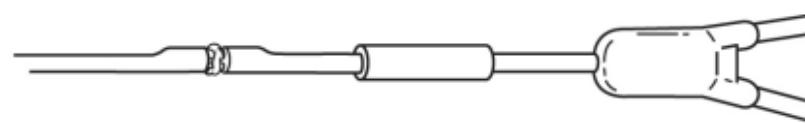

Fig. 6
6. Lägg lim på skarven. (Fig. 6)